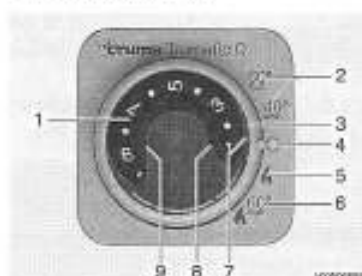

Fig. 130 Unité de commande pour chauffage/chauffe-eau
- Régler le mode de régime à l'aide de l'interrupteur tournant (Fig. 130,3).
Le chauffage règle le degré d'allumage automatiquement en fonction de la température ambiante requise. Une fois que la température ambiante désirée est atteinte, le brûleur s'éteint. La température intérieure est mesurée avec la sonde de température qui se trouve à côté du panneau de contrôle. En mode "Chauffage et chauffe-eau" (Fig. 130,6) l'eau est également chauffée dans le chauffe-eau. Il est possible de faire fonctionner le chauffage en mode "Chauffage sans chauffe-eau" (Fig. 130,5) et le chauffe-eau vide.
- Régler le bouton tournant de température (Fig. 130,1) de l'unité de commande sur la température de chauffage désirée.
- Régler l'interrupteur tournant (Fig. 130,3) en régime hiver "Chauffage sans chauffe-eau" (Fig. 130,5) ou en régime hiver "Chauffage et chauffe-eau" (Fig. 130,6).
Le voyant de contrôle vert (Fig. 130,7) s'allume.
- Régler l'interrupteur tournant (Fig. 130,3) sur "O" (Fig. 130,4).
La combinaison régime au gaz et régime électrique 230 V permet de raccourcir la période de chauffage (uniquement possible lorsque le chauffage sur l'unité de commande (Fig. 130) est réglé sur régime hiver).